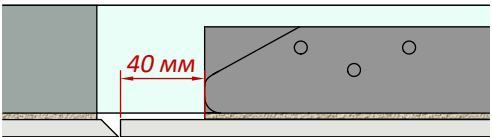

Рис. 5 (вид сверху)
- плитка на створке люка выступающая на 40 мм (Рис.5)
- плитка на стене выступающая на проём на 10 мм (Рис.5). *Случай 1,2,3.*